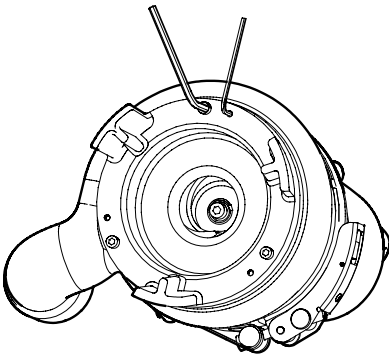

Fig. 10 Bomba vista desde la conexión de aspiración
d) Ajuste del paso libre del impulsor incorrecto.	Reajustar el impulsor, ver sección 8.2, fig. 10.